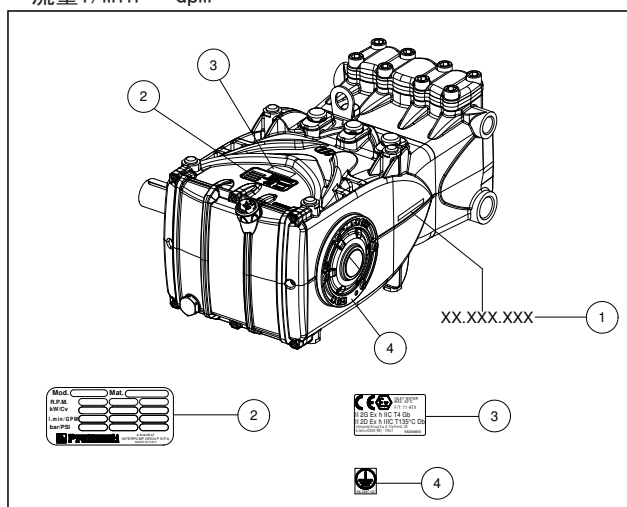

图 1
每个泵都有自己的序列号XX.XXX.XXX（见位置①）和标识牌（见图1的②），上面标示：